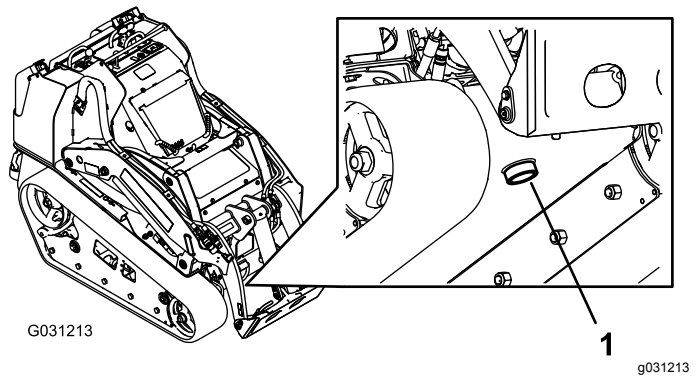

Рисунок 68
- Разместите большой сливной поддон (емкостью 57 литров) под сливной пробкой в передней части машины (Рисунок 68).
- Снимите сливную пробку и дайте маслу стечь в поддон (Рисунок 68).